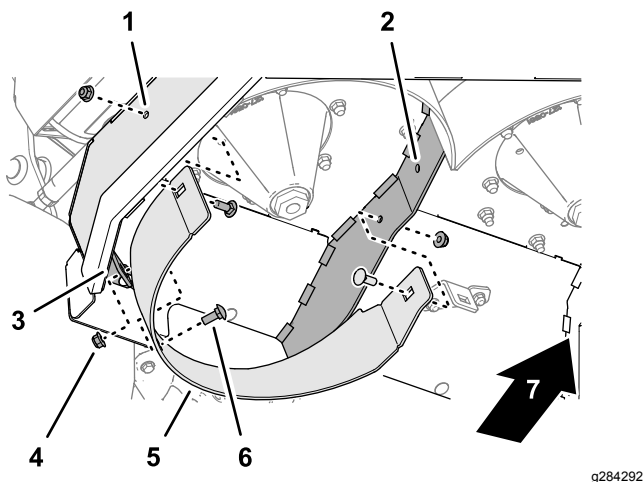

Figura 22
1. Allineate i fori nel deflettore destro con il foro nella piastra laterale destra del piatto di taglio, il foro nel supporto del deflettore centrale/destro e il foro nel separatore destro come mostrato nella Figura 22.
2. Montate il deflettore destro sulla piastra laterale del piatto di taglio, il supporto del deflettore e il separatore (Figura 22) con 3 bulloni a testa tonda ($\frac{3}{8}$ " x 1") e 3 dadi di bloccaggio flangiati ($\frac{3}{8}$ ").